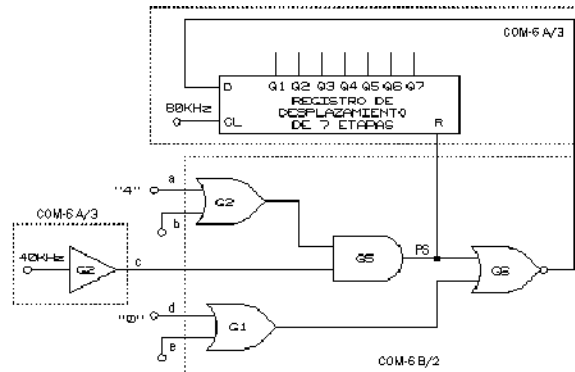

Figura 6.3
1. Arme el circuito de la figura 6.3.